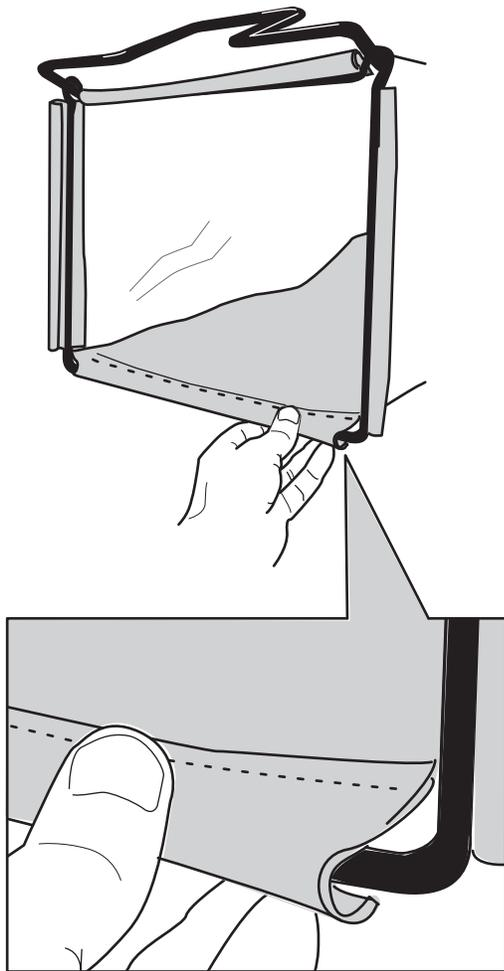

Figura 13
2. Agganciate il canale inferiore del cesto sul fondo del telaio (Figura 13).
3. Agganciate i canali superiore e laterali del cesto rispettivamente sulle parti superiore e laterali del telaio (Figura 13).